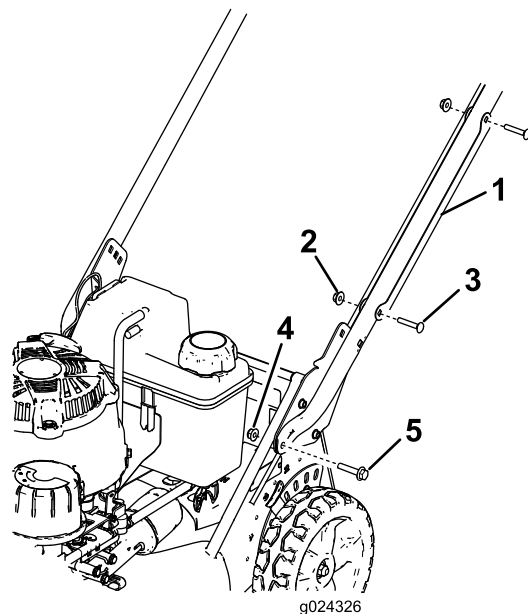

Figura 3
1. Retire los 2 pernos de cuello cuadrado y las 2 arandelas que sujetan el protector de cable al manillar, y retire el protector del cable del manillar (Figura 3).
2. Instale los extremos del manillar en la carcasa de la máquina con 2 pernos de cabeza hexagonal con arandela prensada (5/16 x 1-1/2 pulgada) y 2 tuercas con arandela prensada (5/16 pulgada), según se muestra en Figura 3.
6. Posicione el protector de cable en el manillar con los cables dentro del protector, y sujete el protector al manillar con los 2 pernos de cuello cuadrado y las 2 contratuercas que retiró anteriormente (Figura 3).